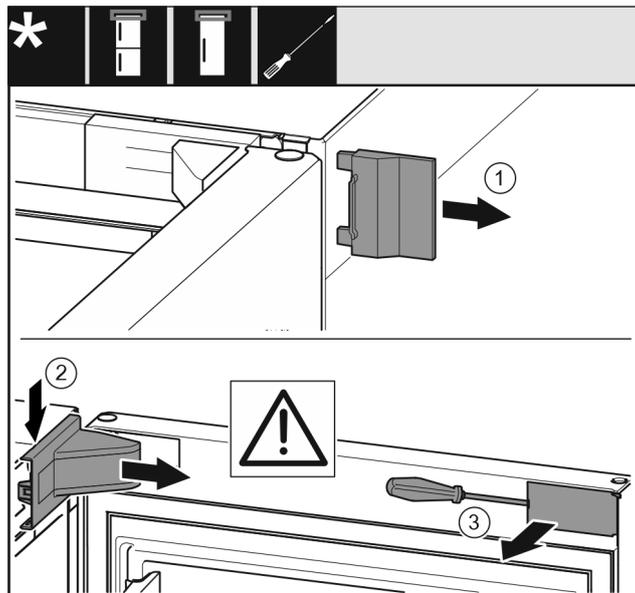

Fig. 12 *
- ▶ Снимите внешнюю крышку Fig. 12 (1)*
- ▶ При помощи отвертки отцепите крышку опорного кронштейна Fig. 12 (2) и снимите ее.*
- ▶ При помощи шлицевой отвертки отцепите накладку Fig. 12 (3) и отведите ее в сторону.*